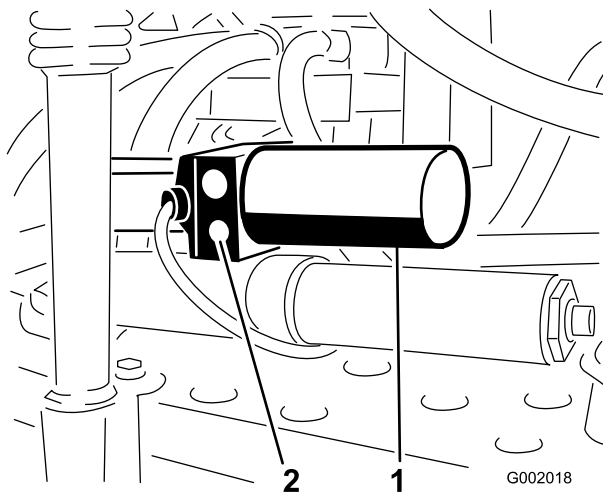

Bild 51
1. Ermitteln Sie das manuelle Überdruckventil am Aktuator jedes Auslegers. Das manuelle Überdruckventil ist das kleinste Ventil. Es befindet sich nur an einer Seite des Aktuators (Bild 51).